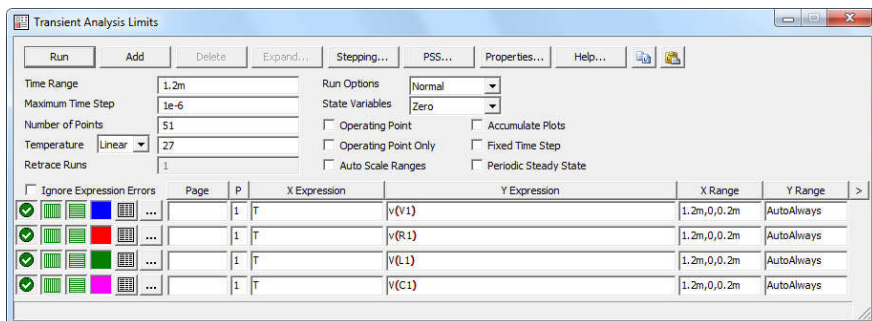

Рис. 3.1. Окно расчета переходного процесса
- 2.3. Запустите расчет переходных характеристик – **Analysis**→**Transient...** (Alt+1). Выставьте параметры расчета частных характеристик как указано на рис. 3.1 и нажмите кнопку **Run**.
- 2.7. Выйдете из расчета переходного процесса. Поменяйте источник напряжения обратно на постоянный. Запустите расчет переходного процесса. Запустите варьирование параметров, нажав кнопку **Stepping...** (F11) в окне анализа частотных характеристик (рис. 3.1). В открывшемся окне всё заполняется как в Лабораторной работе №2.